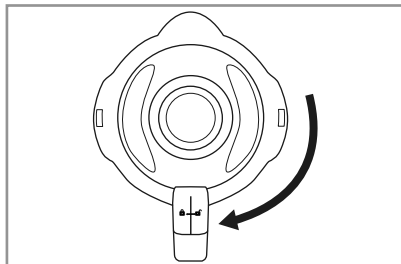

Fig. 2
- 4) Apăsăți din nou capacul ② în poziție decalată pe accesoriul de amestecare ③. Închideți capacul ② rotindu-l în sens orar, în poziția ⑤ până când se blochează cu un sunet (a se vedea fig. 2). Aveți grijă ca gura de turnare de pe accesoriul de amestecare ③ să fie închisă. Motorul poate porni numai după ce capacul ② este așezat fix.